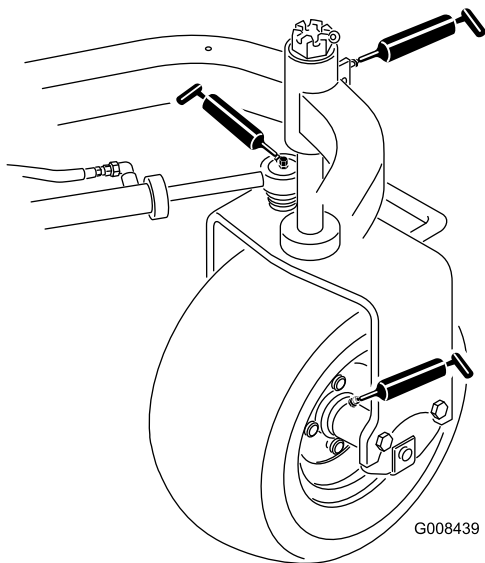

図 41
- ・ 後ホイール・ハブ（1ヶ所；図 41）
- ・ キャスタ・ベアリング（1ヶ所；図 41）
- ・ ステアリング・シリンダ（2ヶ所；図 41）